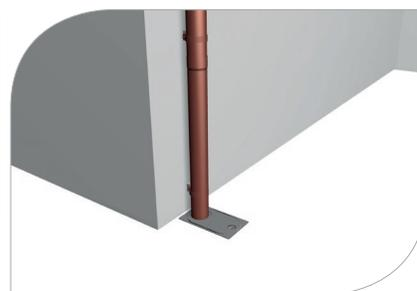

рис. 33
- 5.2 Закрепить в хомутах водосточные трубы, соединяя их с помощью муфты (рис. 33)